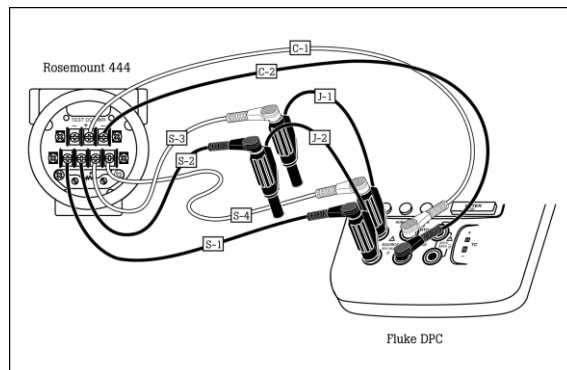

图 11
线。（图 11）
- 4、当按图 11 所示接好后，设置回路电压为 24V，为所测试的变送器输出适当的 RTD，设定测量单位为毫安。